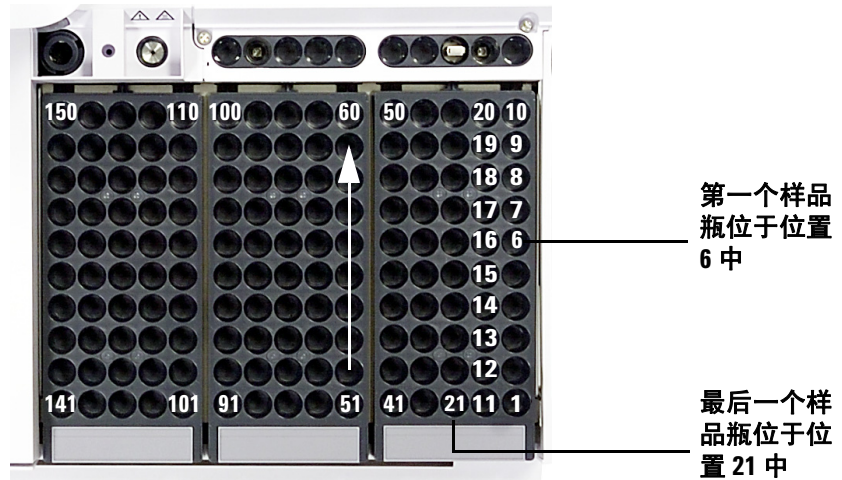

图 2 调用样品盘位置
- 2 根据编程序列将最多 150 个样品瓶放置在三个样品瓶架中。图 2 显示使用样品盘位置 6 至 21 的序列的样品盘调用情况。